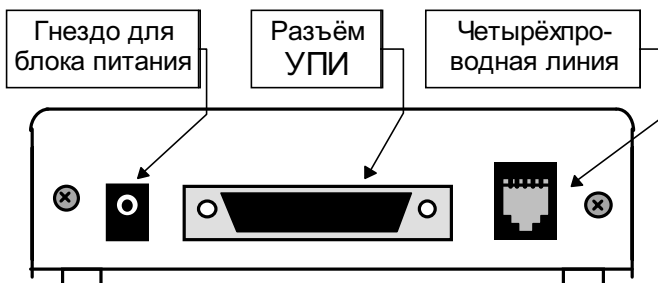

Рис. 9. Задняя стенка модема
На задней стенке модема расположены разъёмы для подключения интерфейсного кабеля, физической линии и блока питания. Расположение разъёмов представлено ниже (Рис. 9). Назначение контактов разъёмов УПИ и физической линии см. Приложение 1 и Приложение 3 соответственно.
2. Подключить 44-х контактный разъём интерфейсного кабеля к разъему УПИ на задней стенке модема (см.Рис. 9) и закрепить этот разъём двумя фиксирующими винтами.
4. Вставить разъём сетевого адаптера в гнездо (см. Рис. 9).